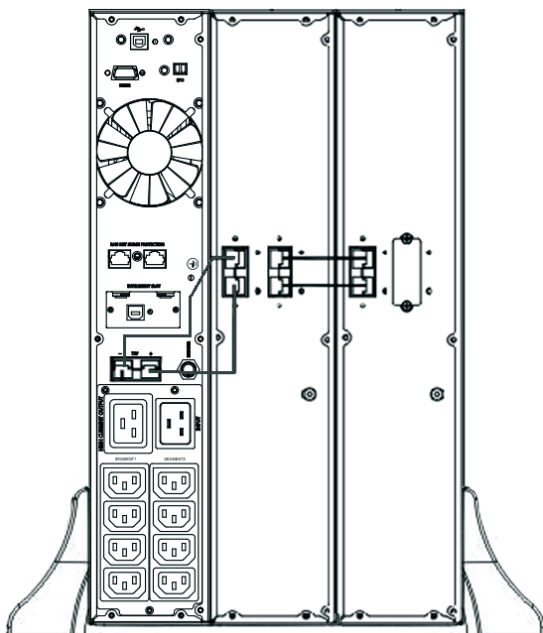

Рисунок 11. Подключение ВМ к ИБП
- a. Установите основу, затем установите ИБП и ВБМ на одно основание рядом друг с другом, как показано на Рис. 11.